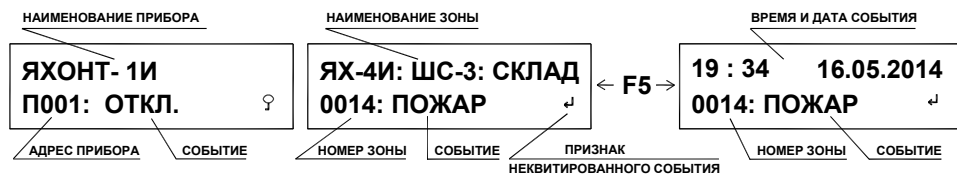

Рис. 2.2 Примеры индикации не квитируемого события в приборе и в зоне
2.15 При наличии в системе неквитированного события, режим индикации меняется для его отображения. На ЖКИ отображается наименование и номер зоны (адрес прибора) и вид события в соответствии с рис. 2.2 (с использованием сокращений).